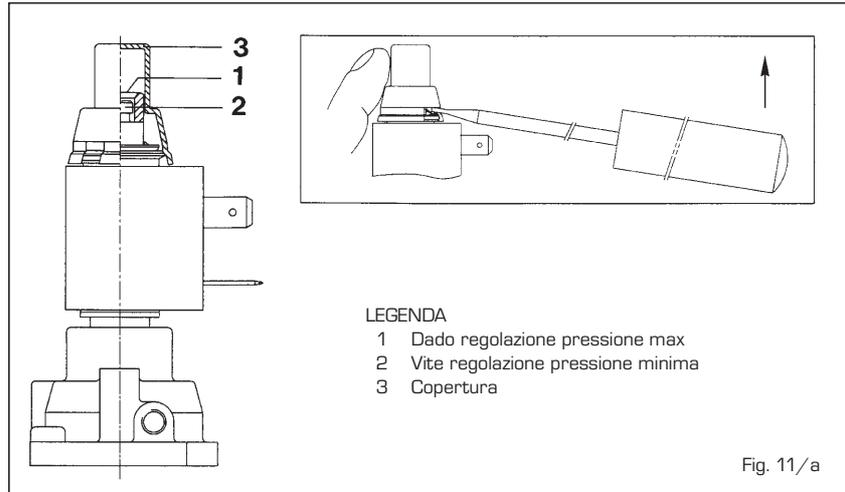

Fig. 11/a
4.2.1 Regolazione pressione massima (fig. 11)
4.2.2 Regolazione pressione minima (fig. 11)
4.3.1 Regolazione pressione massima (fig. 11/a)
4.3.2 Regolazione pressione minima (fig. 11/a)